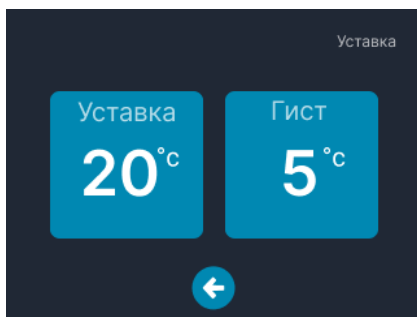

Рис. 5 – Экран «Уставка»
- на появившемся экране (см. рис. 5) нажать кнопку «Уставка»;